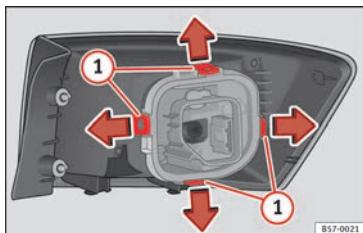

Fig. 109 Languettes de fixation au dos du feu arrière.
7. Démontez la douille en déverrouillant les languettes de fixation » **fig. 109 ①**.
① ATTENTION